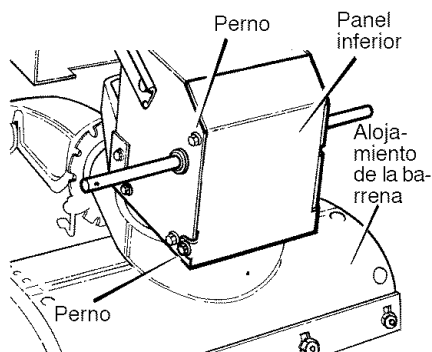

Figura 74
- Afloje los **pernos** a cada lado del **panel inferior** (Figura 74).
- Instale el **panel inferior** (Figura 74).
13. Instale el **panel inferior** (Figura 74).